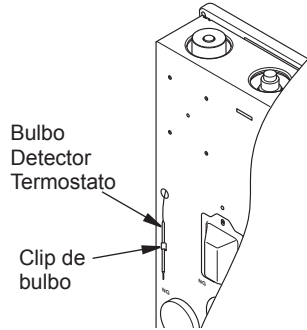

Figura 5 - Trasládase del Bulbo Detector Termostato
2. Extraiga el sujetador del bulbo del paquete de partes metálicas e inserte en el orificio cuadrado. Luego inserte el bulbo detector en el sujetador del bulbo (consulte la Figura 5).